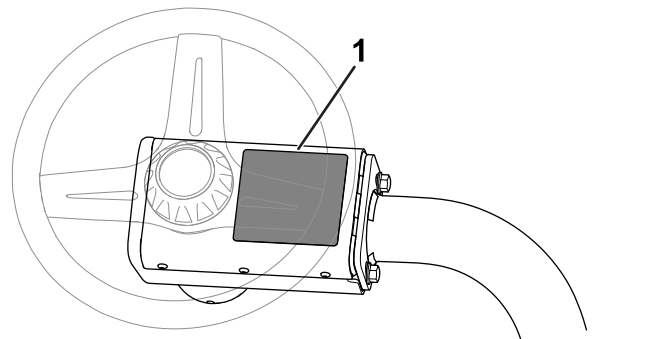

図 14
- CE 警告デカルP/N 136-8505を、既存の警告デカルP/N 136-8506の上から貼り付ける。図 14 は警告デカルの貼り付け位置を示す。